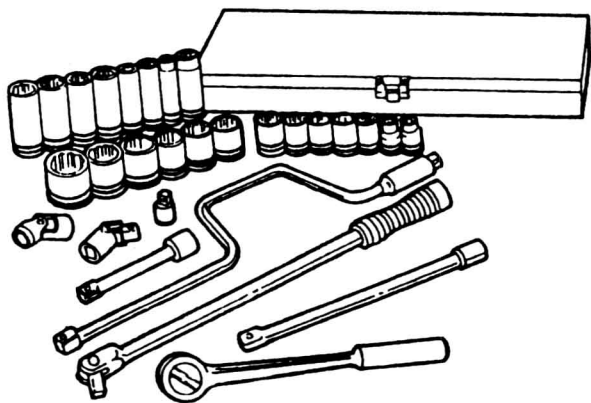

图 1-6 套筒扳手
(3) 套筒扳手。它由套筒、手柄、连接杆、接头等组成(图 1-6)。它使用范围广, 工作效率高, 特别适用于拆装位置狭小和较隐蔽的螺栓或螺母。